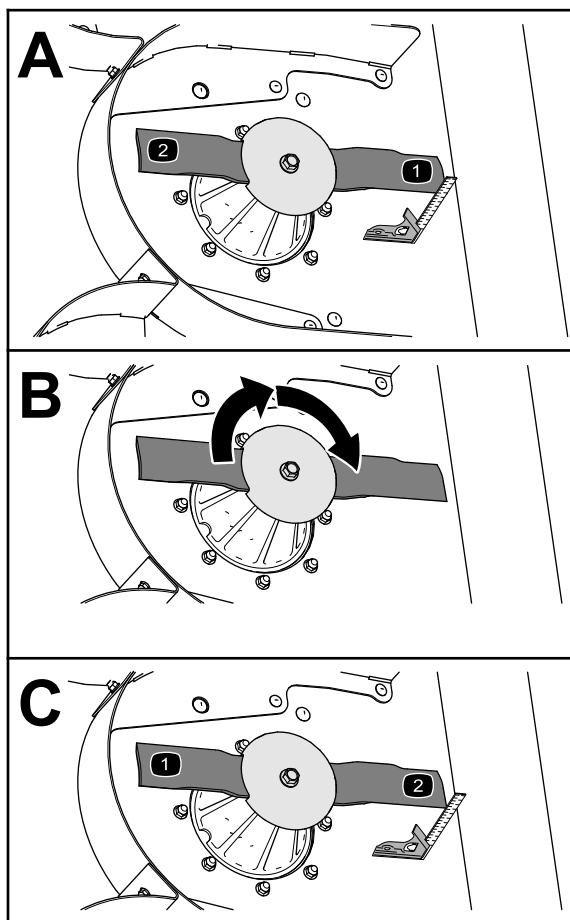

Figure 66
3. À l'aide d'une équerre combinée, mesurez la distance entre la surface propre du plateau et la pointe de la lame (Figure 66).
4. Tournez la lame à 180° (Figure 66).
5. Mesurez la distance entre la surface propre du plateau et la pointe de la lame (Figure 66).